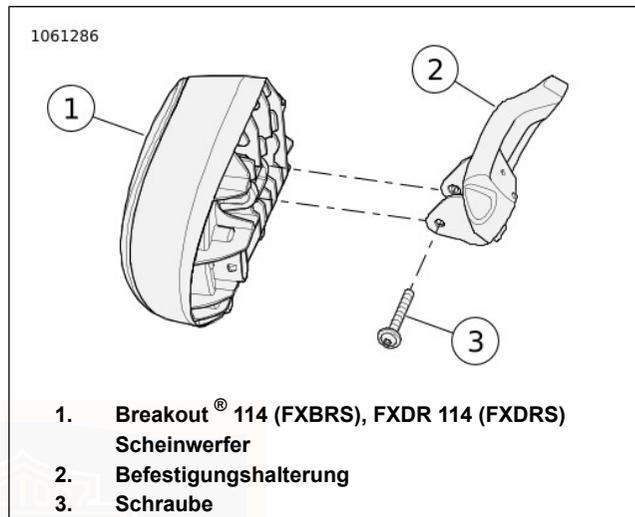
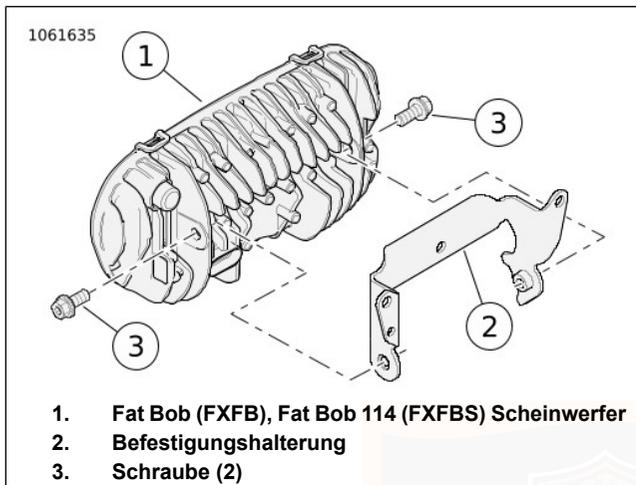

Abbildung 82. Scheinwerfereinstellung
Abbildung 83. Scheinwerfereinstellung
2. Siehe Abbildung 82 und Abbildung 83. Die vertikale Einstellschraube (3) lockern. Den Scheinwerfer vertikal so weit neigen, bis der Strahl auf der Mitte der horizontalen Linie liegt.
3. Die vertikale Einstellschraube (3) anziehen: